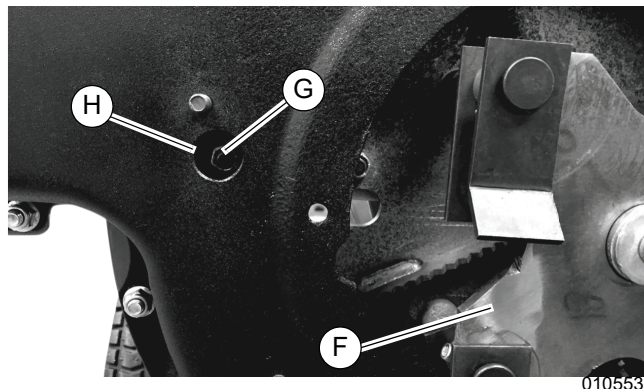
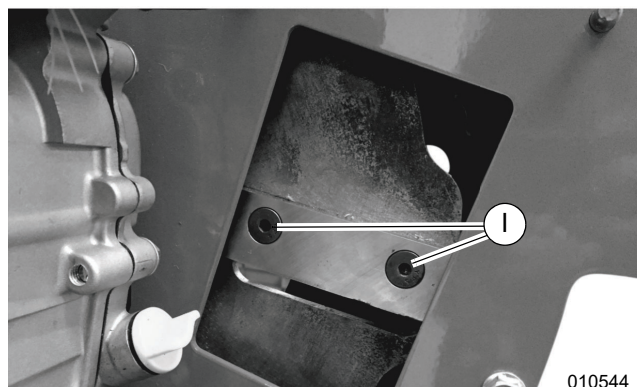

Figure 4-6. Changer le couteau de déchiquetage (3 de 4)
Figure 4-7. Changer le couteau de déchiquetage (4 de 4)
4. Voir Figure 4-6. Faire tourner le volant d'inertie (F) jusqu'à ce que l'écrou-frein (G) soit visible à travers l'orifice d'accès (H).
5. Voir Figure 4-7. Nettoyer les têtes de vis six pans creux (I) avec un poinçon ou un outil pointu.
6. Voir Figure 4-6 et Figure 4-7. Insérer une clé hexagonale de 3/16 po dans la vis (I) et une douille longue de 1/2 po sur l'écrou-frein (G) à travers l'orifice d'accès (H) puis retirer la vis et l'écrou-frein.